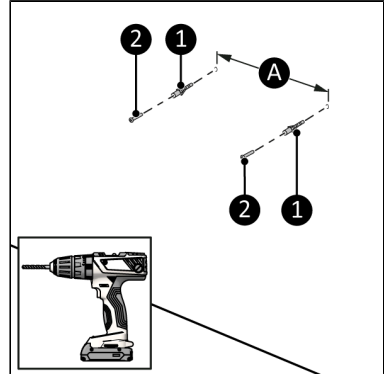

Abbildung 37.
1. Bohren Sie zwei 8 mm große Löcher horizontal voneinander entfernt an der gewünschten Stelle mit einem Mindestabstand von (Abbildung 37, Pos. A):
2. Führen Sie die Wanddübel in die Löcher ein (Abbildung 37, Pos. 1).
3. Schrauben Sie die Schrauben (Abbildung 37, Pos. 2) mit einem Kreuzschlitzschraubendreher fest in die Dübel ein.